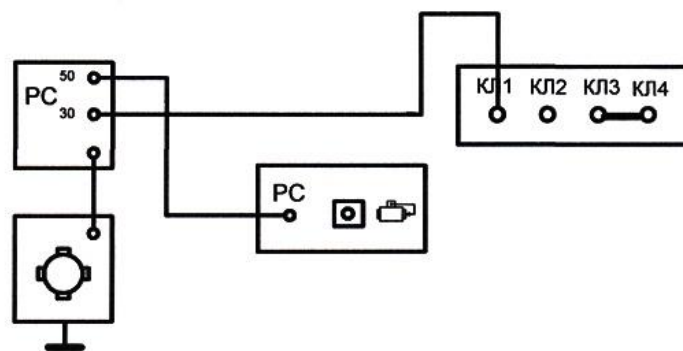

Рис. 2.10. Схема включения стартера при проверке в режиме холостого хода
- подключить стартер к стенду, как показано на (рис. 2.10);